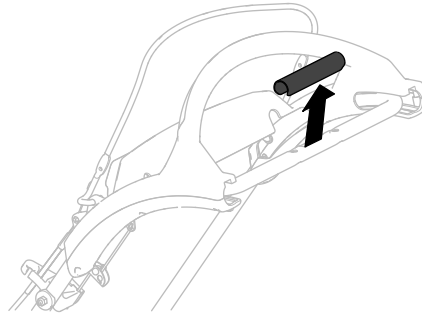

Figura 1
3. Retire a cobertura da pega (Figura 1).